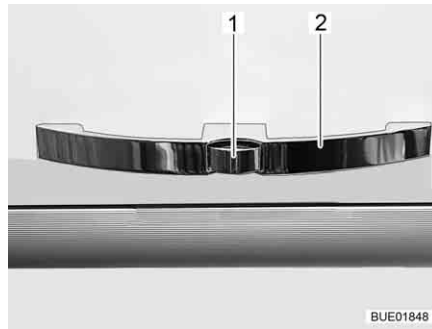
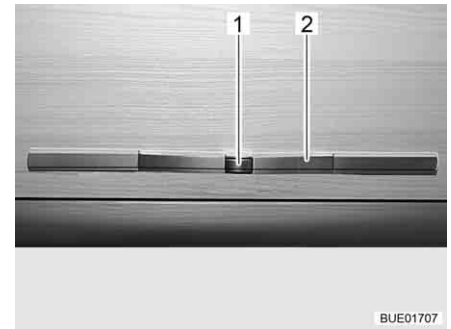

Bild 58 Möbelklappe mit Griff (Beispiel)
Bild 59 Möbelklappe mit Griff (Alternative)
- Den Entriegelungsknopf (Bild 58,1 oder Bild 59,1) am Griff (Bild 58,2 oder Bild 59,2) drücken und gedrückt halten.